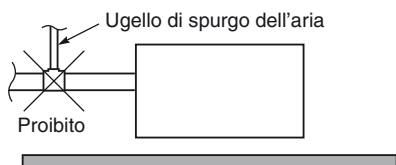

Fig.3-10
- Non installare un ugello di spurgo dell'aria, dato che questo può causare lo spruzzo di acqua dall'uscita della tubazione di scarico. (Fig. 3-10)